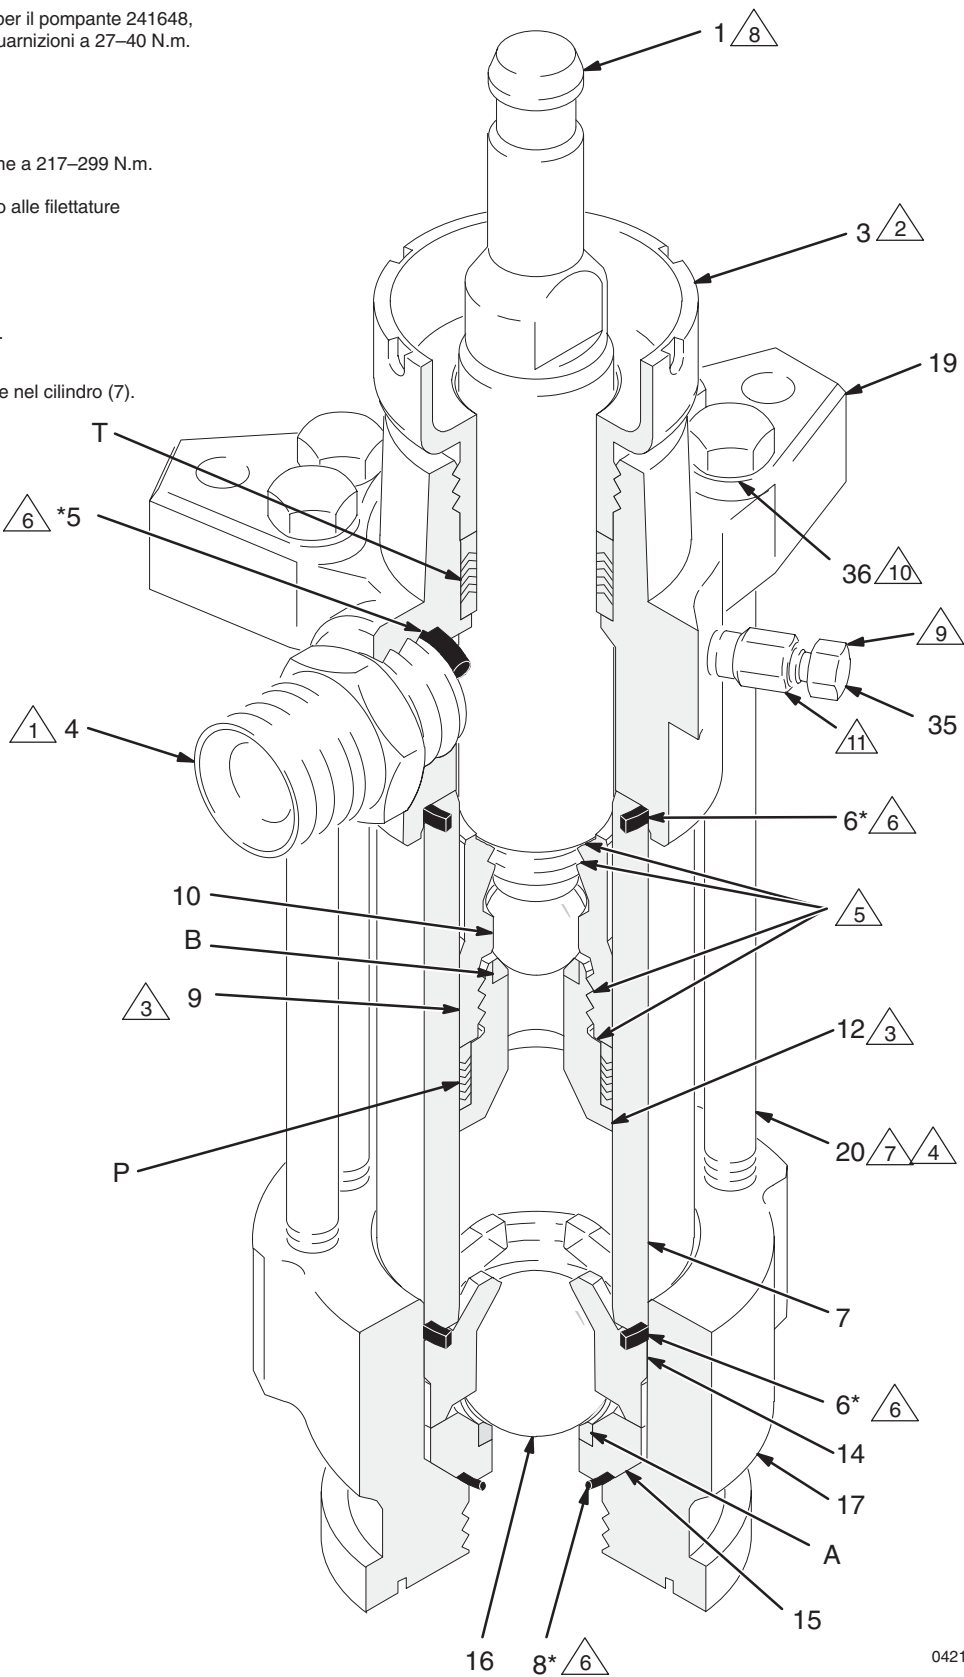

Fig. 8
1. *Se era stato necessario rimuovere la guida della sfera (9) dall'asta del pompante (1)* inserire le parti piatte dell'asta in una morsa. Applicare lubrificante antigrippaggio 222955 alle filettature e alle superfici di contatto dell'asta e alla guida della sfera. Avvitare la guida della sfera sull'asta, stringere a mano. Rimuovere dalla morsa. Vedere Fig. 8.
2. Posizionare il premistoppa femmina (32*) sul corpo della sede del pistone (12). Installare le cinque guarnizioni a V (P) una alla volta con i bordi rivolti verso l'alto. Fare riferimento alle pagine da 31 a 34 per l'ordine corretto delle guarnizioni per la pompa. Installare il premistoppa maschio (13*).